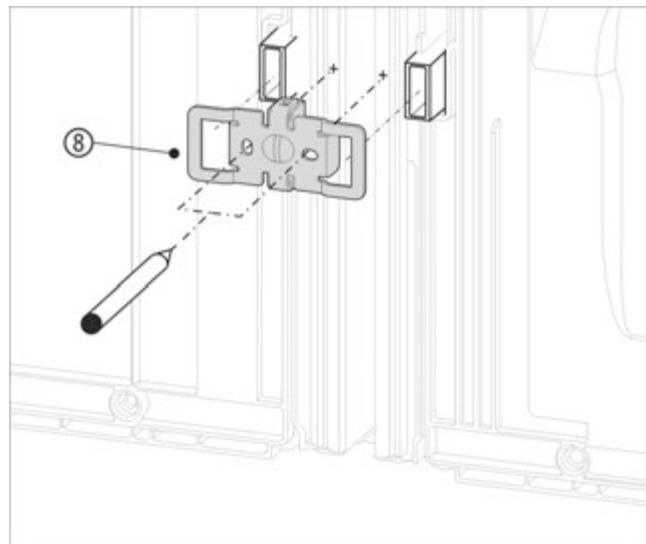

Fig. 17 Приблизне відображення
- Всунути кут Fig. 17 (8) з виїмками через кріплення для пристінної розпірки.